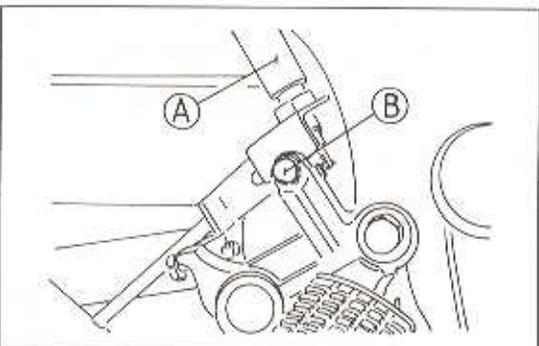

Bild 241
- Den Halter des Bremslichtschalters abschrauben (Bild 241).